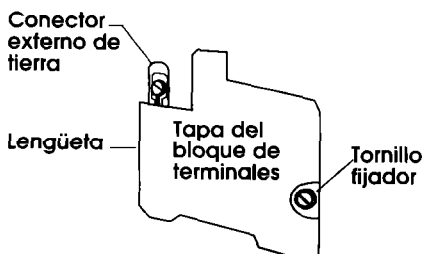

Figura 5
6. Inserte la lengüeta de la tapa del bloque de terminales en la ranura del panel posterior de la secadora (consulte la figura 5). Apriete la tapa con el tornillo fijador.